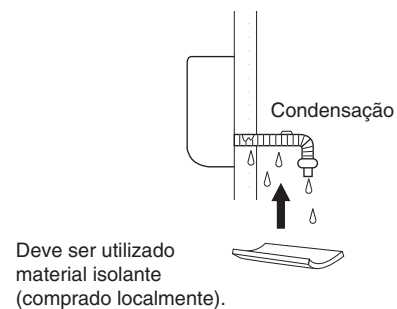

Fig. 3-36
- c) Se o tubo de drenagem for estendido na sala, isole o tubo com isolamento* de modo a que a condensação de arrefecimento não danifique os móveis ou os pisos. (Fig. 3-36)